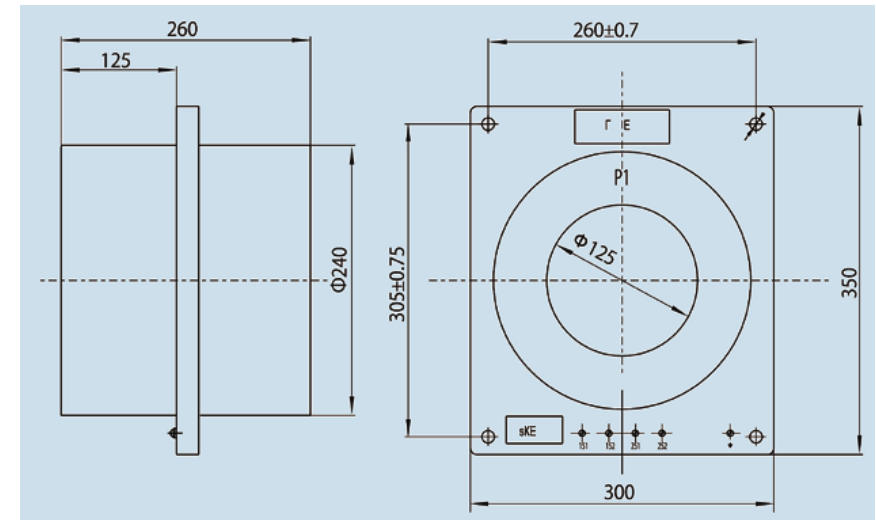

Рис. 5.1 Внешний вид и размеры трансформатора тока LMZB-10 при 1000-3000/5
5.1 Внешний вид и размеры трансформатора тока LMZB-10 при 1000-3000/5 (см. рис. 5.1)